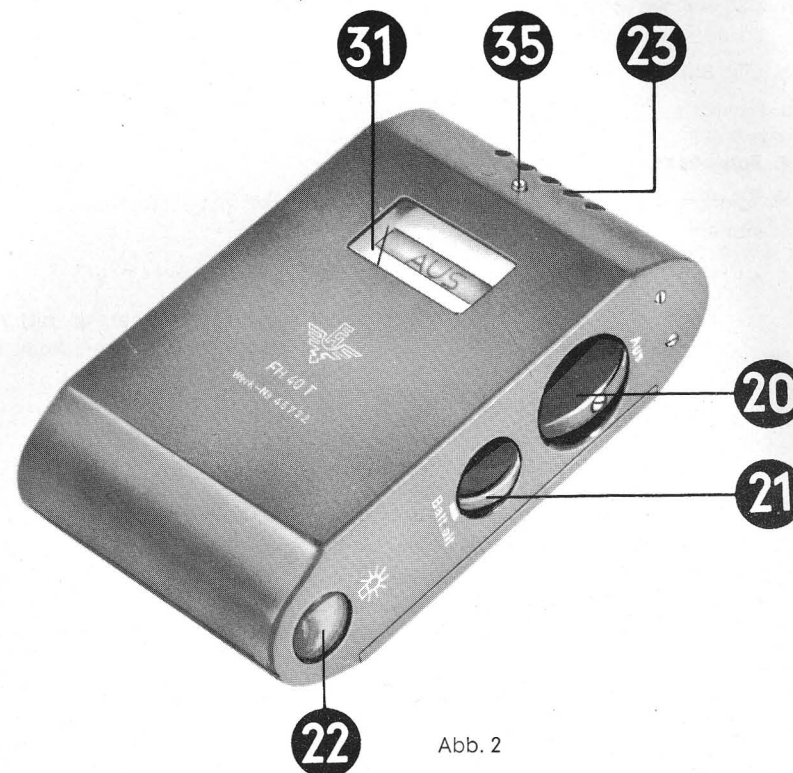

Abb. 2
Das Gerät besitzt folgende Bedienungselemente (Abb. 2)
Mit Hilfe eines lieferbaren Prüfstrahlers (s. 7.09) kann eine Funktionskontrolle des Gerätes durchgeführt werden. Hierzu wird der Prüfstrahler auf den oberhalb der Strahleneintrittsschlitze angebrachten Stift (35) aufgesteckt (s. Abb. 2). Nach der Betriebsspannungskontrolle (s. Abschnitt 4.2) wird im 25 mr/h-Bereich festgestellt, ob ein Meßwert von 5 mr/h angezeigt wird. Voraussetzung ist dabei, daß das Niederdosiszählrohr FHZ 76v im Meßgerät eingesetzt ist. Falls der beobachtete Zeigerausschlag um mehr als 15 % der Skalenlänge abweicht oder der Zeiger überhaupt nicht ausschlägt, ist eine Überprüfung im Herstellerwerk bzw. durch den Werkskundendienst erforderlich.